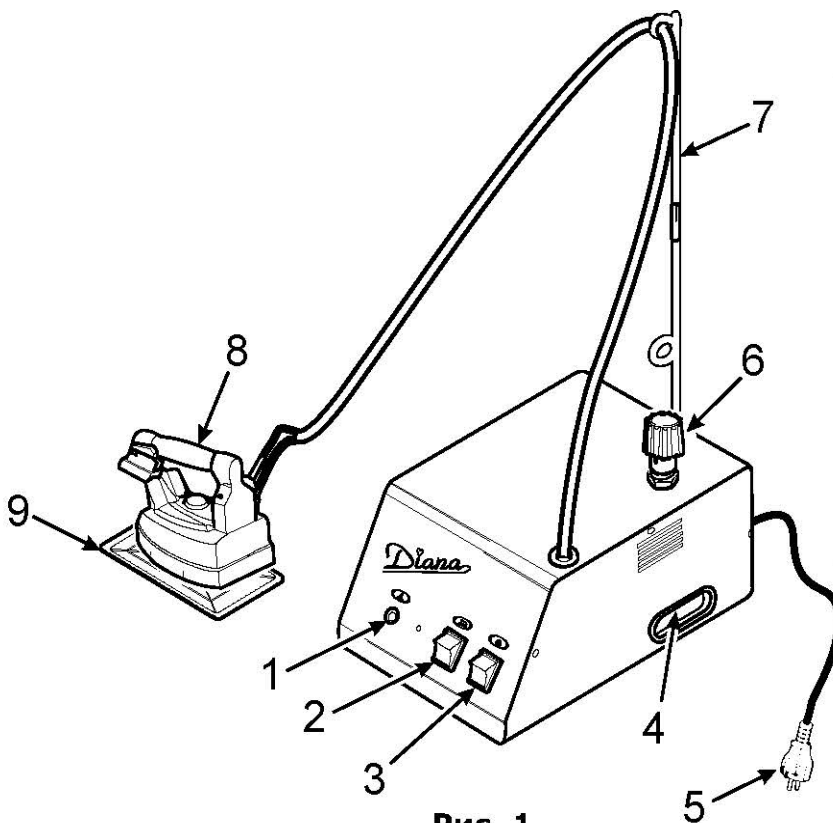

Рис. 1
Для транспортировки и перемещения парогенератора DIANA пользоваться только специальными ручками. Нельзя тянуть за электрические кабели (рис. 1).
2. Вынуть парогенератор DIANA из коробки и вставить телескопическую спицу в соответствующий разъем на задней стороне изделия (рис. 1), удостоверившись, что она вставлена до конца.
3. Провести провод и паропровод утюга через крючок телескопической спицы для закрепления, не допуская скручиваний (рис. 1).
4. Поставить утюг на предназначенную для него резиновую подставку (рис. 1).
1. Отвинтить колпачок клапана парогенератора DIANA (рис. 1), заполнить бойлер необходимым количеством воды, следя за тем, чтобы вода не выливалась через край. Советуем делать это с помощью воронки. Ввинтить крышку обратно, держа ее за пластиковую часть. Не завинчивать ее слишком туго, иначе можно повредить уплотнение (см. Раздел 7).
10. **Колпачок клапана (рис. 1) запрещается менять на колпачки других видов. Прим.: Колпачок клапана рассчитан на давление 4,5 бар и, кроме того, выполняет функцию предохранительного клапана.**
3. Рекомендуется при глажке ставить утюг на предусмотренную для этого металлическую подставку с резиновым покрытием (рис. 1).
Тогда следует вынуть вилку из розетки, открутить на 360° колпачок клапана (рис. 1) и дождаться улетучивания всего пара. С особой осторожностью открутить и снять колпачок, подождать 5-10 минут.
Затем долить в бойлер требуемое количество воды (рис. 1) так, чтобы не допустить выливания (см. п. 1 Раздела 4). Прикрутить обратно колпачок клапана, вставить вилку в розетку сети и дождаться, пока не погаснет сигнальная лампочка бойлера. Утюг снова готов утюжить.
Снять колпачок клапана (рис. 1) и наклонить парогенератор DIANA вправо, чтобы слить воду и возможную грязь.